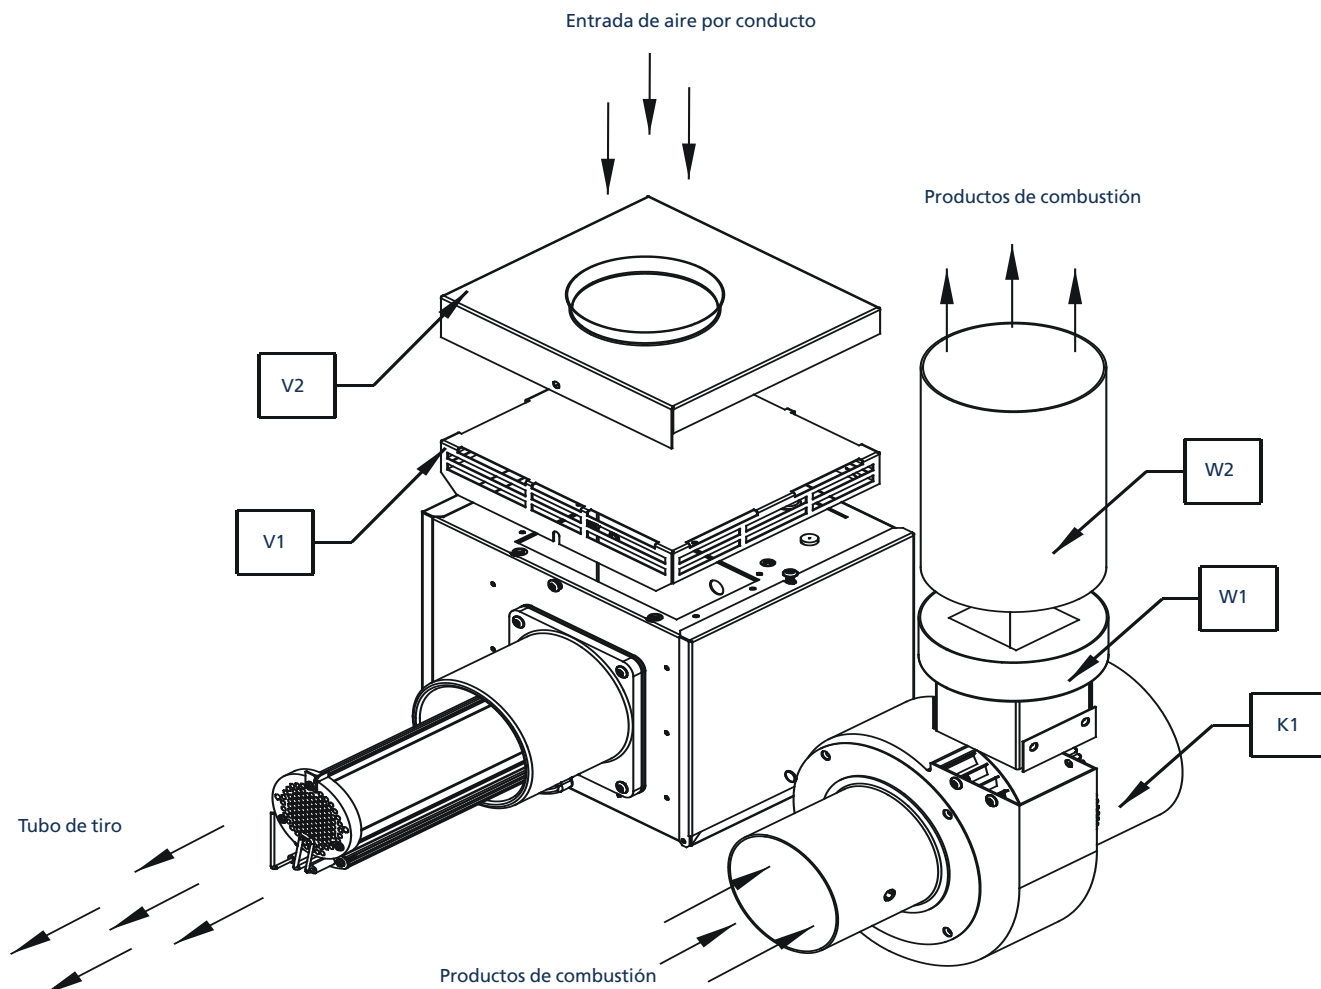
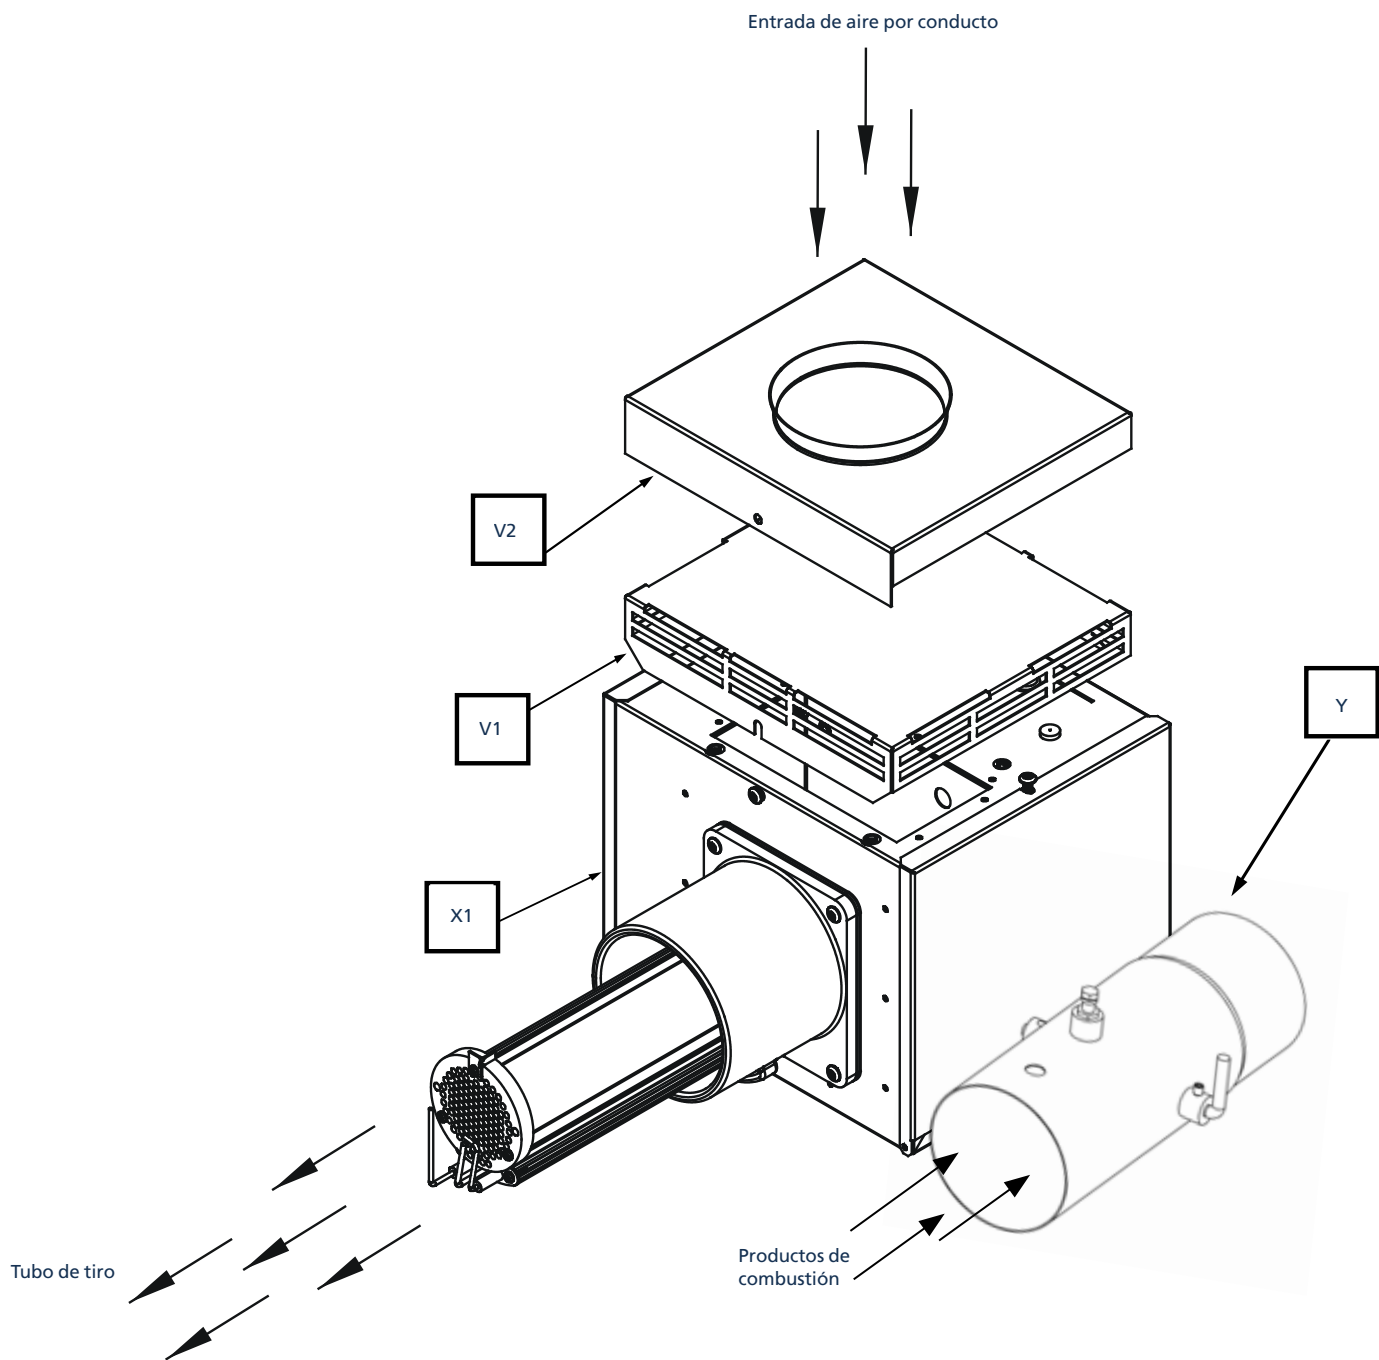

**Figure 18.** Opción 1. Acoplamiento del sistema de salida de humos a quemadores inducidos (VSUTE)
**Figure 20.** Opción 3. Acoplamiento del sistema de salida de humos a quemadores inducidos (VSLHE)
Dependiendo del tipo de quemador instalado en su calefactor, dispone de distintas opciones de configuración de la salida de humos y la entrada de aire de combustión, descritas entre la Ilustración 18 - Ilustración 20:
- Opción 1: para el quemador inducido con/sin salida de humos y/o entrada de aire por conducto opcional, consulte la Ilustración 18.
- Opción 3: para calefactores en espiga, consulte la Ilustración 20 de la página 20 y el apartado 1.7 de la página 9 Sistemas en espiga (UHE/LHE).